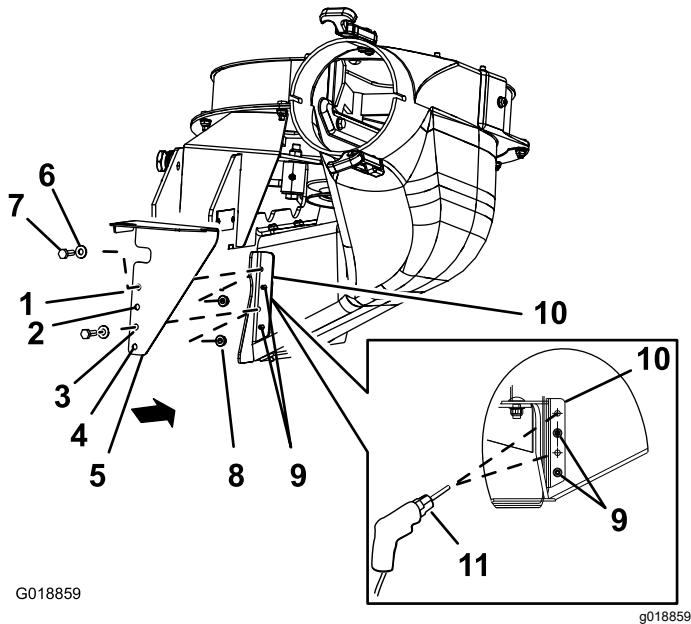

Figure 11
1. Alignez la protection inférieure CE sur le support de la goulotte de ventilateur, comme montré à la Figure 11.
2. Alignez les trous 2 et 4 de la protection inférieure CE sur les queues de rivet qui dépassent du support de goulotte du ventilateur (Figure 11).
3. Marquez le contour des trous 1 et 3 de la protection inférieure CE sur le support de goulotte de ventilateur, et déposez la protection (Figure 11).
5. Percez des trous de 7 mm dans le support de goulotte du ventilateur aux 2 emplacements marqués au pointeau (Figure 11).
1. Alignez la protection inférieure CE sur le support de goulotte de ventilateur (Figure 11).
3. Fixez la protection inférieure CE sur le ventilateur à l'aide de 2 boulons à tête hexagonale (1/4" x 3/4"), 2 rondelles et 2 contre-écrous (1/4") placés dans les trous 1 et 4 de la protection (Figure 11).